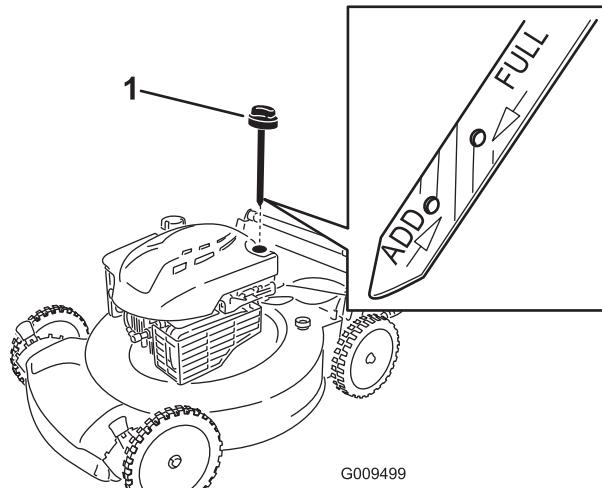

Figure 10
- Retirez la jauge (Figure 10).
- Sortez de nouveau la jauge et vérifiez le niveau d'huile ; voir Figure 10.